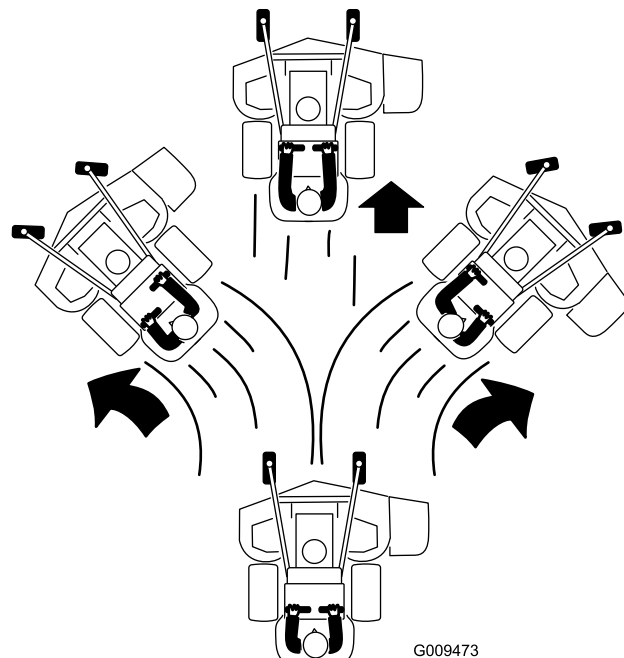

図 23
4. 走行コントロールレバーをゆっくりと前に倒す 図 23。